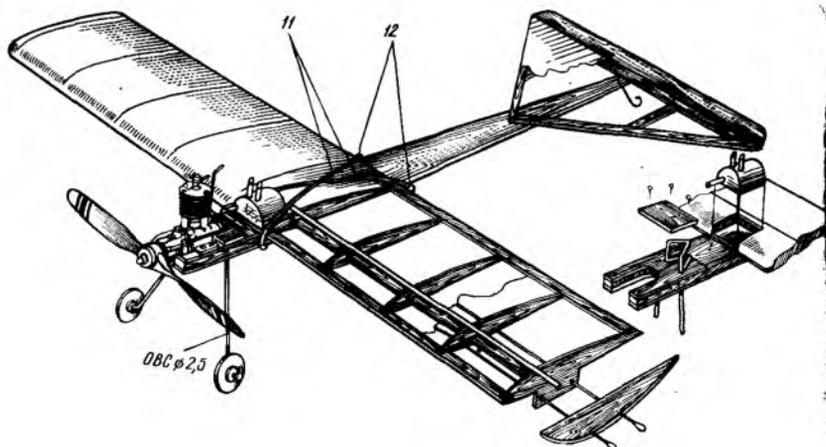

Рис. 32. Кордовая модель самолета «Юниор»:
**Кордовая модель самолета «Юниор»** (рис. 32) разработана для первоначального обучения пилотированию моделей данной категории. Прежде чем приступить к изготовлению любой модели самолета, и к этой конкретно, надо вычертить ее рабочий чертеж.